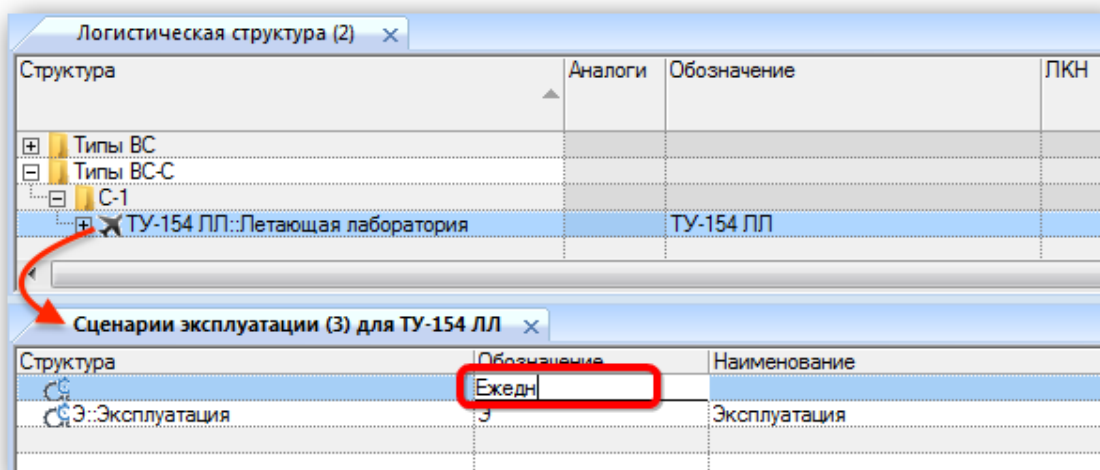

Рис. 10-389 – Окно связанных объектов «Сценарии эксплуатации» для выбранного типа ФИ
5) Затем в рабочем окне «Логистическая структура» выбрать тип ФИ и нажать кнопку «Сценарии эксплуатации» панели «Связанные объекты». В отобразившемся окне связанных объектов «Сценарии эксплуатации» для выбранного типа ФИ отображается список сценариев, связанных с данным типом ФИ (рис. 10-389).